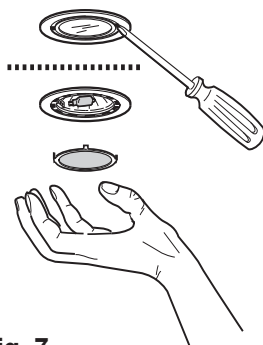

Fig. 7
- Dévissez et retirez la protection de l'ampoule avec un tournevis. **Fig. 7.**